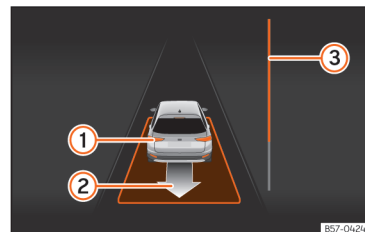

Fig. 190 No ecrã do painel de instrumentos: sair do estacionamento de um lugar em linha.
progresso »» **Fig. 190 ③** indica a distância a percorrer »» **Página 293.**